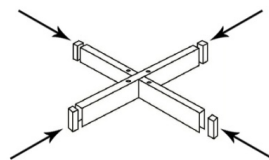

Fig. 1
1. Afferrare la base a piedi incrociati e spingere i 4 tappi terminali sulle estremità. Incrociare i piedi come illustrato in Fig. 1.